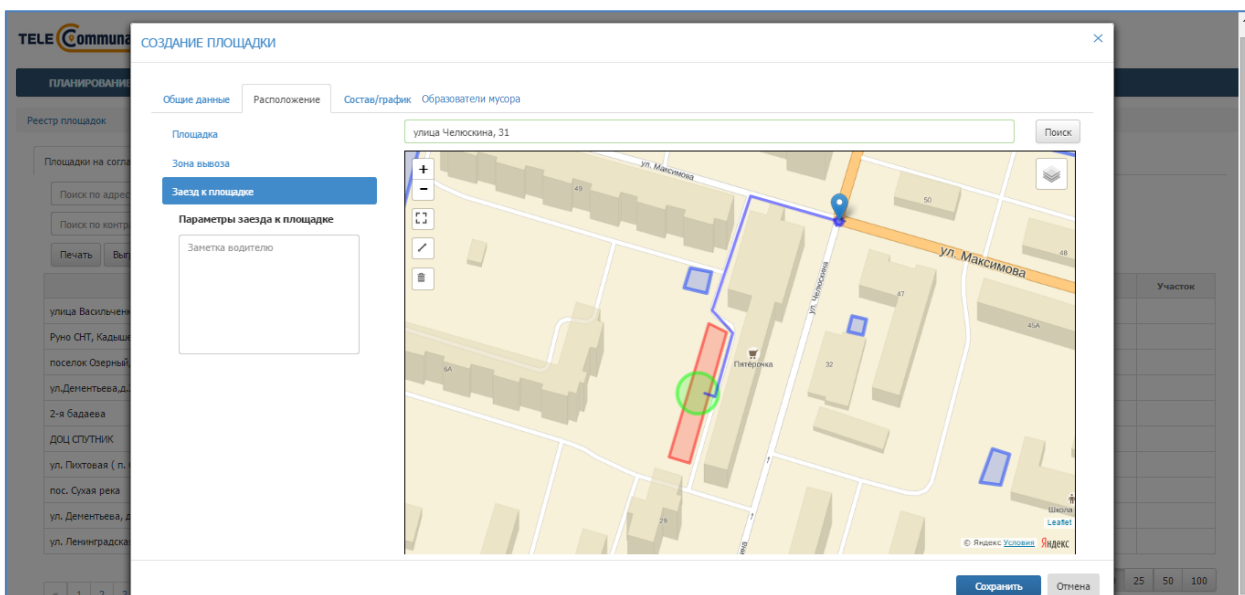

Рисунок 60. Заезд к площадке
- 3) **Заезд к площадке:** для того, чтобы нарисовать на карте заезд к площадке, необходимо левой кнопкой мыши нажать на кнопку , точку начала пути к площадке поставить в области зоны вывоза площадки и затем левой кнопкой мыши ставить точки на карте до ближайшей дороги, так, чтобы получился путь подъезда к площадке. Для окончания рисования пути последнюю точку нужно поставить дважды левой кнопкой мыши. При необходимости возможно ввести описание заезда к площадке в поле «Параметры заезда к площадке» (Рисунок 60).